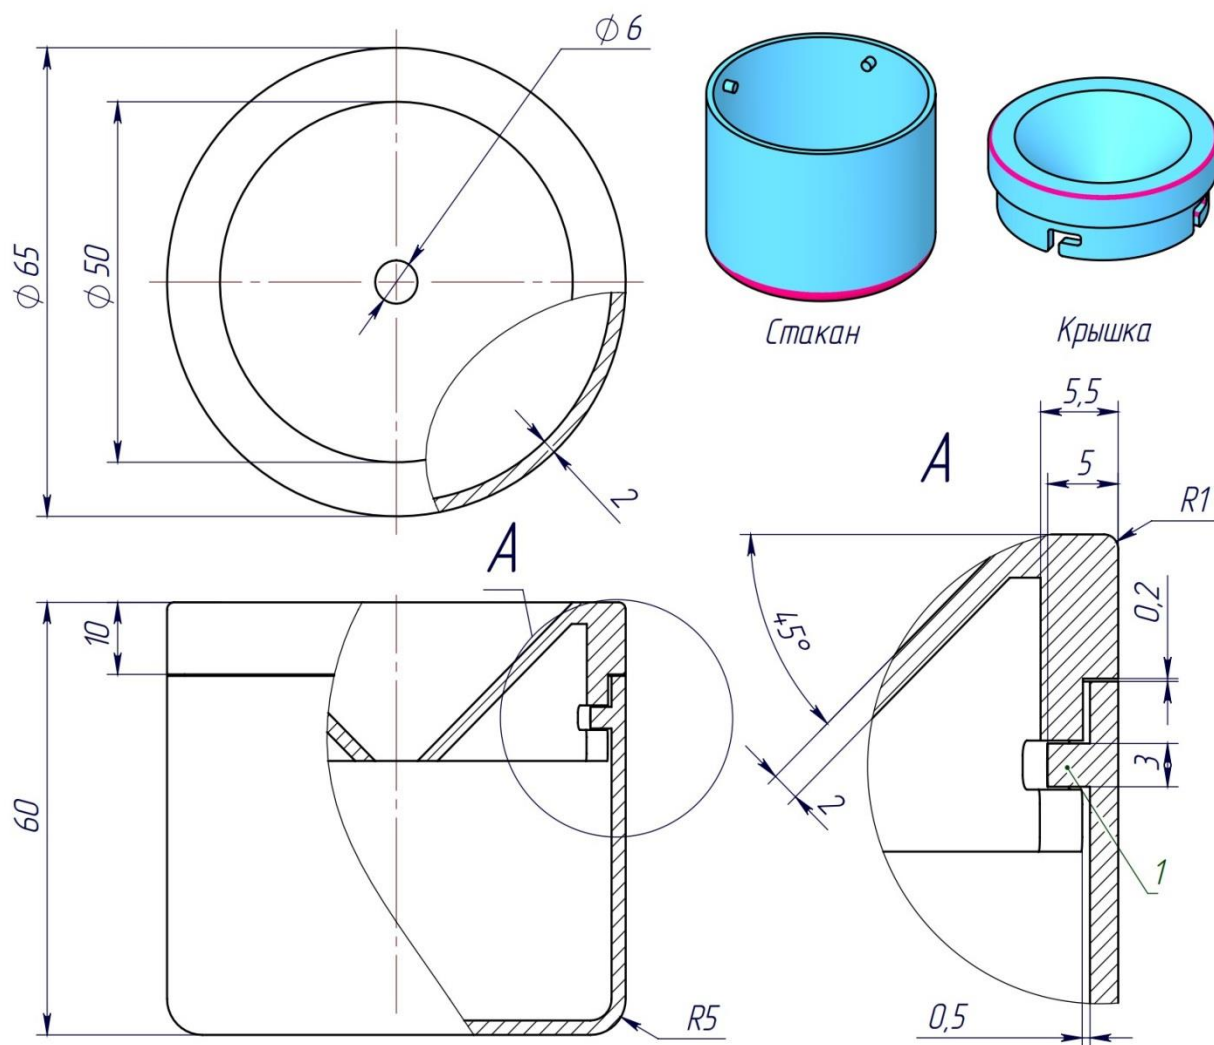

Рисунок 1 – Оригинальная модель изделия «Ловушка мошек»
- Стакан выполнен из оболочки цилиндра диаметром 65 мм. Толщина стенки оболочки 2мм (см. Рисунок 1).
- На внутренней поверхности предусмотреть цилиндрические выступы диаметром 3мм (см. Рисунок 1, п.1) в количестве 4 шт. Выступы равномерно распределены массивом
- Общие требования: выполните стакан и крышку таким образом, чтобы между сопрягаемыми поверхностями были обеспечены зазоры (см. Рисунок 1).
на внутренней поверхности предусмотреть цилиндрические выступы диаметром 3 мм (см. Рисунок 1, п.1) в количестве 4 шт.	2 балл (-ов/а)
между сопрягаемыми поверхностями стакана и крышки обеспечены зазоры (см. Рисунок 1)	2 балл (-ов/а)